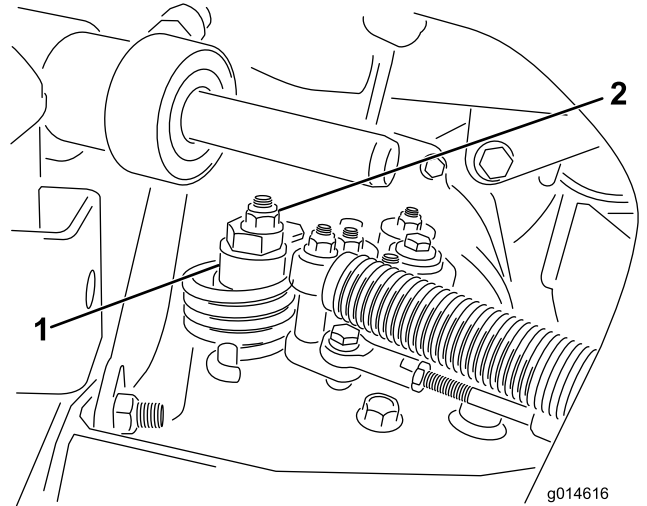

图47
A. 松开将偏心螺栓固定到静液压泵顶部的螺母（图47）。
- C. 旋转偏心螺栓，直到不再出现任何方向的缓慢前移。当轮子停止旋转时，旋紧螺母，锁定偏心螺栓和调整（图47）。将油门移至“慢速”和“快速”位置，验证调节情况。